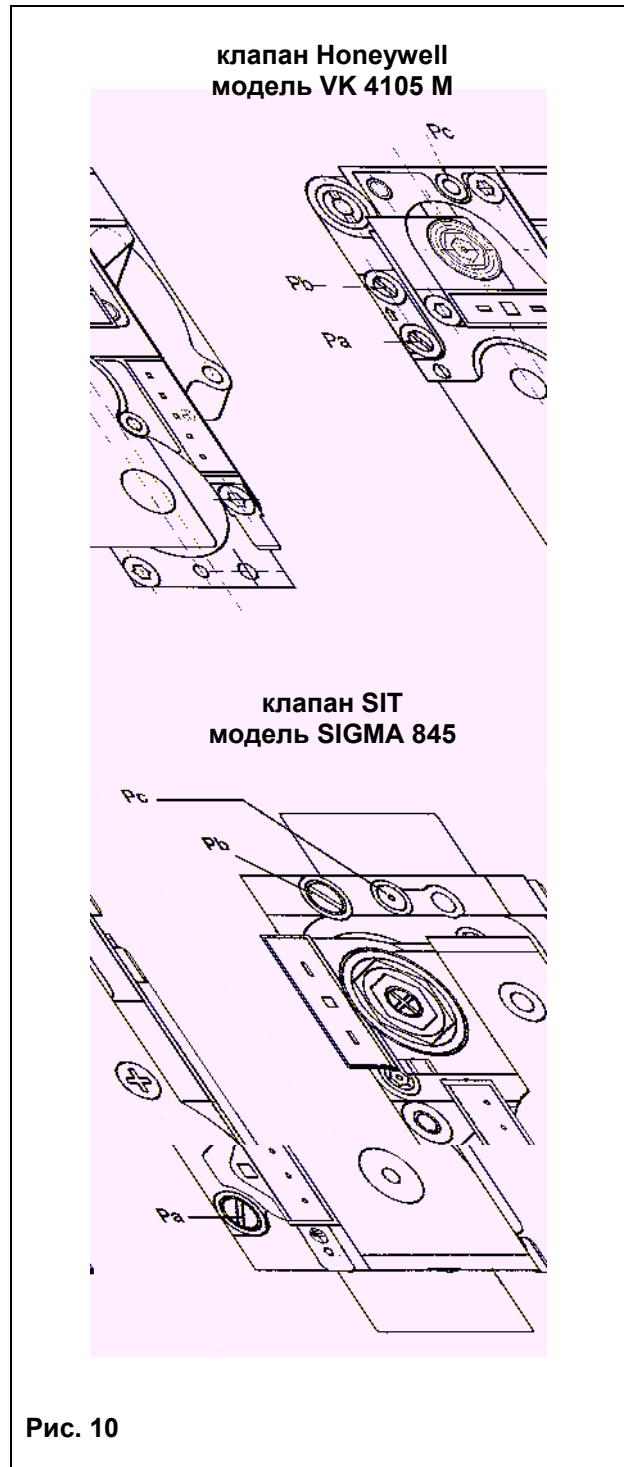

Рис. 10
- Открутить винт на штуцере (**P_b**, рис. 10) и присоединить к штуцеру (**P_b**) манометр.
- Проверить динамическое входное давление газа (штуцер **P_b**, рис. 10). Номинальные давления: **20 мбар** для природного газа, **37 мбар** для пропана.
- Открутить винт на штуцере **P_a** (рис. 10) и присоединить к штуцеру **P_a** манометр.